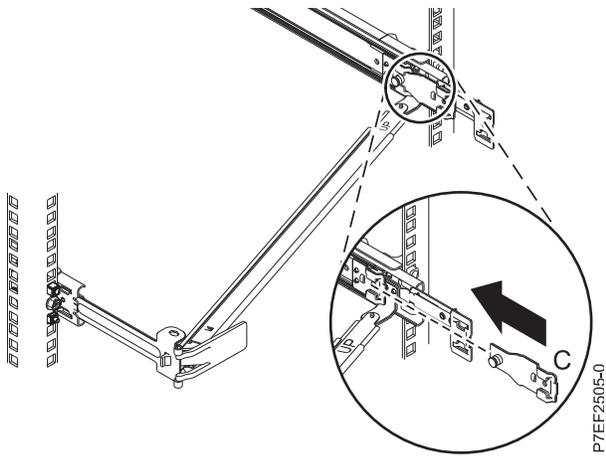

Figura 14. Instalación de la abrazadera de montaje en el riel deslizante
6. Conecte la pieza de sujeción de tope de portacables (B) a la ranura en la parte interior del lado izquierdo deslizando la pieza de sujeción de tope (B) en el riel deslizable hasta que el pestillo accionado por resorte quede fijado. Para obtener detalles, consulte la Figura 14 en la página 11.